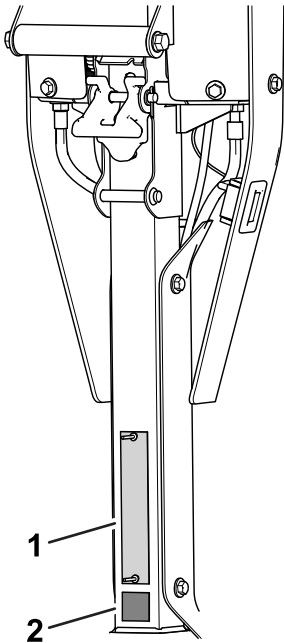

Figura 10
- Coloque o autocolante CE junto da placa do número de série (Figura 10).